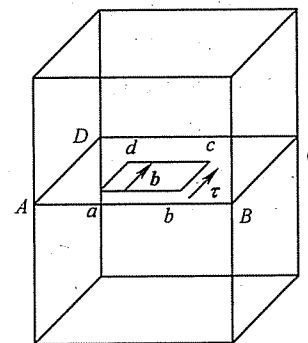

图 19-1 第三题第 1 小题图
1. 设在简单立方晶体中有一个位于滑移面  $ABCD$  上的位错环  $abcd$ , 其柏氏矢量  $b$ 、所受切应力  $\tau$  如图 19-1 所示, 回答下列问题: